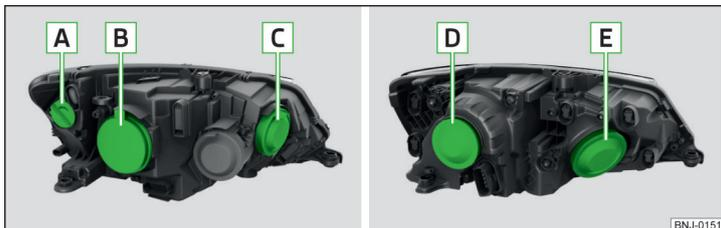

Fig. 203 Imagen esquemática: Faros halógenos/faros proyectores halógenos
**Orden de bombillas** » fig. 203
- Retirar la tapa protectora **B** » fig. 203 de la pág. 194.
- Coloque la tapa protectora **B** » fig. 203 de la pág. 194.
- » Retirar la tapa protectora **C** » fig. 203 de la pág. 194.
- » Retirar la tapa protectora **B** » fig. 203 de la pág. 194.
- » Colocar la tapa protectora **B** » fig. 203 de la pág. 194.
- Retirar la tapa protectora **D** » fig. 203 de la pág. 194.